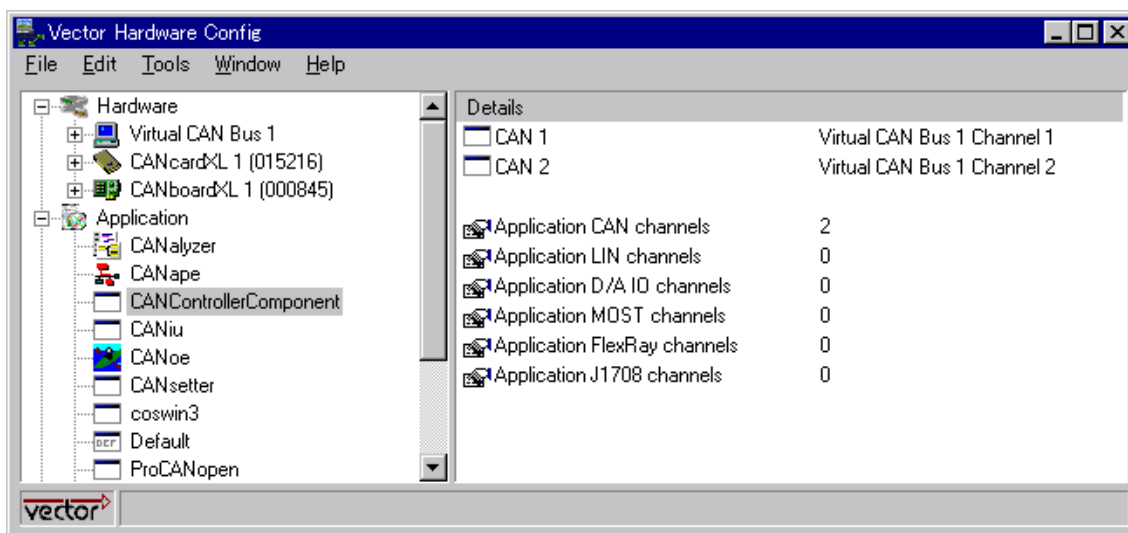

図 7-0-1 Vector Hardware Config
- (1) 『5.2. 起動方法』の(5)の使用する CAN バスの設定の部分で”Virtual CAN Bus”をします。図 7-0-1 のように設定を行ってください。